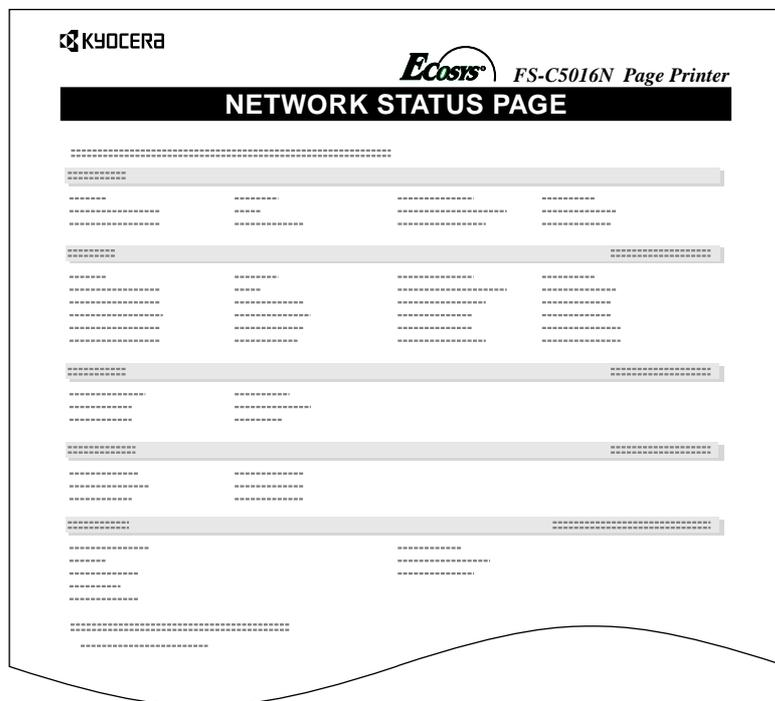

图 3-7
网络状态页示例显示在 第3-41 页 “图 3-7”。
- 9 按 **MENU**（菜单）键。显示屏返回 Ready（就绪）状态。打印机打印出网络状态页作为下文图 3-7 中的示例。